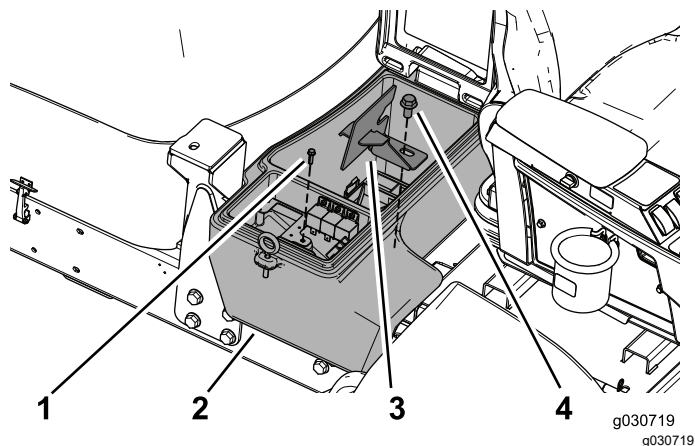

Figura 23
5. Utilice el tornillo para sujetar la pletina de refuerzo a la máquina, y utilice el perno ($\frac{1}{2}$ " x 1") para sujetar la pieza de sujeción del compartimento de la batería y el compartimento de la batería a la máquina (Figura 23).